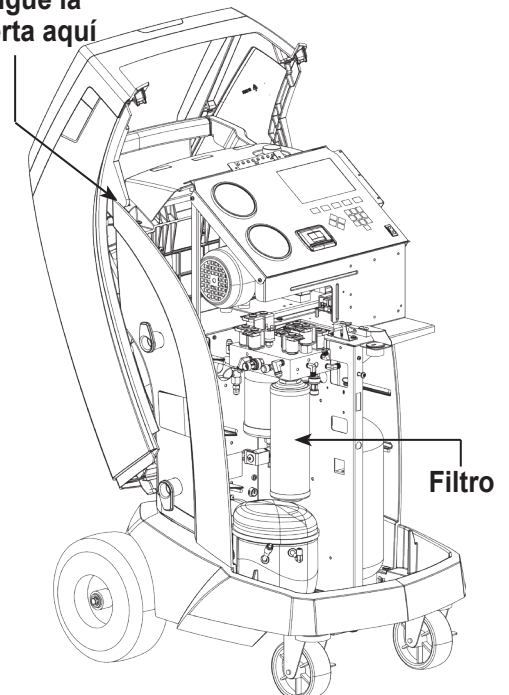

Figura 11
3. Cuelgue la cubierta en la parte posterior de la máquina como se muestra en Figura 11.